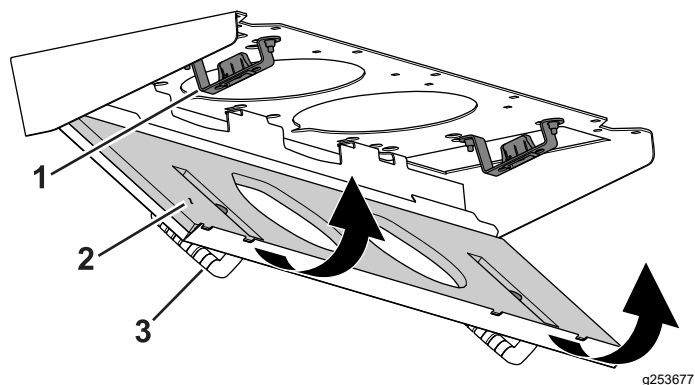

Рисунок 119
4. Поверните сетчатый фильтр вокруг монтажных лепестков так, чтобы защелка зафиксировалась в креплении защелки в сборе (Рисунок 119).